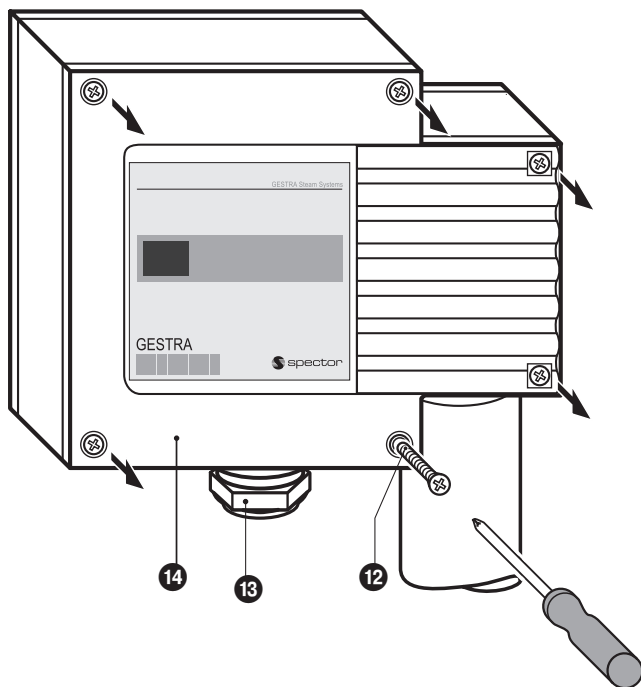

Fig. 13
1. Desapertar os parafusos 12 e retirar a tampa da caixa 14. **Fig. 13.** A seta nesta tampa aponta para a placa de características.
1. Desapertar os parafusos 12 e retirar a tampa da caixa 14. **Fig. 13, 14**